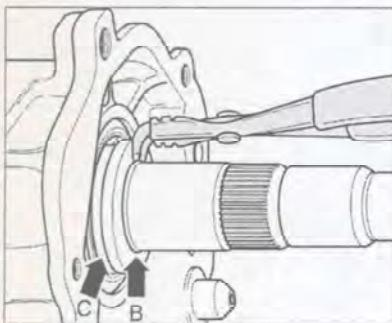

Рис. 7.210. Установите на входной/первичный вал внутреннюю обойму роликоподшипника (стрелка С). Установите стопорное кольцо (стрелка В) с помощью щипцов.
54. Установите на входной/первичный вал внутреннюю обойму роликоподшипника (стрелка С) (рис. 7.210).